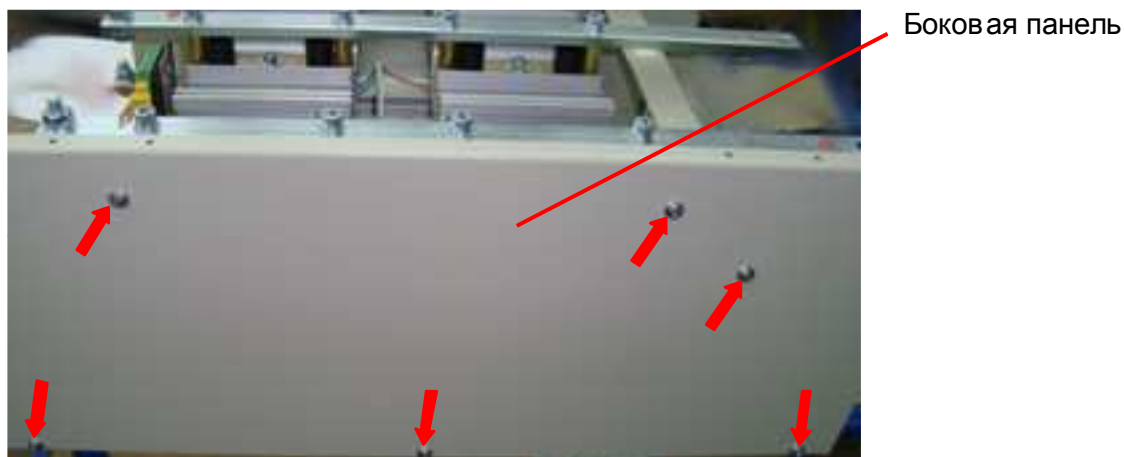

Рис. 7.6
7.1.1.12. Установить боковую панель, и вкрутить шесть винтов (рис. 7.6, красные стрелки).